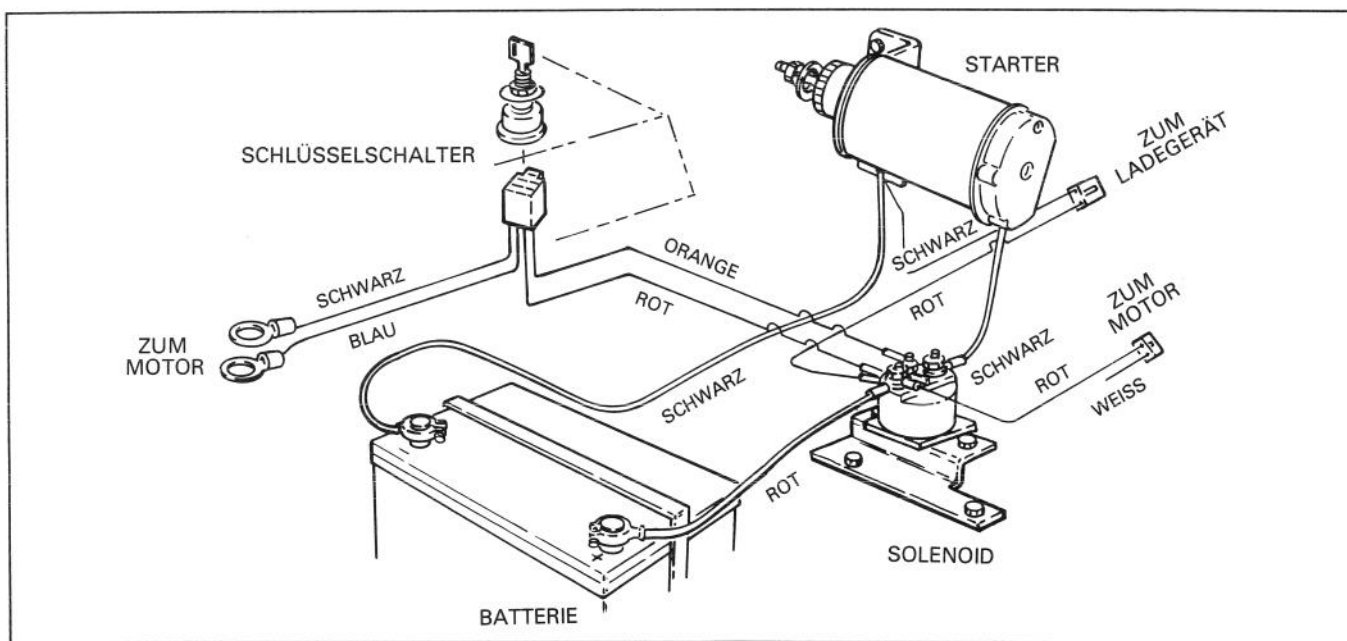

Abb. 16
24. Die Riemenabdeckung mit den (3) zuvor abgenommenen Schrauben wieder anbringen. Sicherstellen, daß die Kabelabdeckung in die Riemenabdeckung eingesteckt ist.
25. Den Drahtsatz, der den Anwerfmotor mit dem Innenanschluß des Solenoids verbindet, anbringen (Abb. 16).
26. Den roten Draht vom Motor auf die richtige Länge zurechtschneiden und den geschlossenen Kabelschuh anbringen. Das positive Batteriekabel, den roten Draht des Kabelsatzes, den roten Draht vom Ladestecker und den roten Draht vom Motor an den Außenanschluß des Solenoids anschließen (Abb. 16).
27. Den orangefarbenen Draht des Kabelsatzes mit einer innengezähnten Fächerscheibe und Nr. 10 Mutter an den kleinen Anschluß auf dem Solenoid anschließen (Abb. 16).